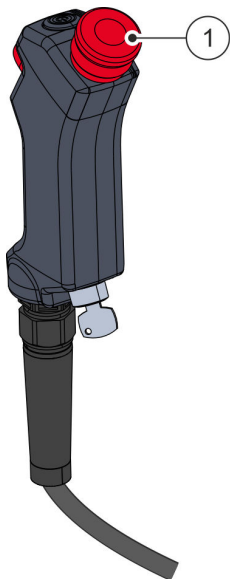

Abb. 31 Not-Halt-Taster
Durch Druck auf den Not-Halt-Taster **Abb. 31** / ① werden sämtliche Bewegungen des Roboters gestoppt (Not-Halt der Stopp-Kategorie 1 gemäß DIN EN 60204-1:2019-06) und die Roboterbremsen betätigt.